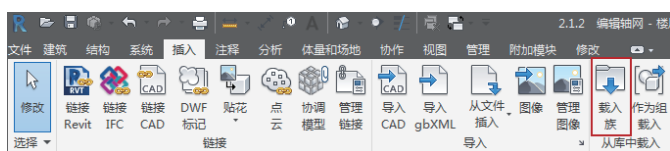

图2-21 单击“载入族”按钮
- 04 暂时关闭【类型属性】对话框，切换至“插入”选项卡，在“从库中载入”面板中单击“载入族”按钮，如图2-21所示，弹出【载入族】对话框。